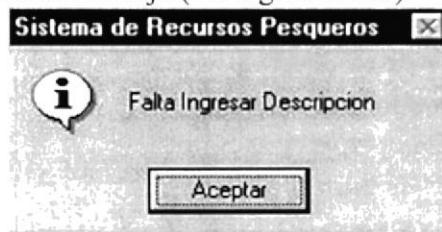

Figura 9.106 Mensaje falta descripción
3. Si se ha realizado un ingreso o una modificación y no escribió el tipo del cargo se mostrará el siguiente mensaje (ver figura 9.106).